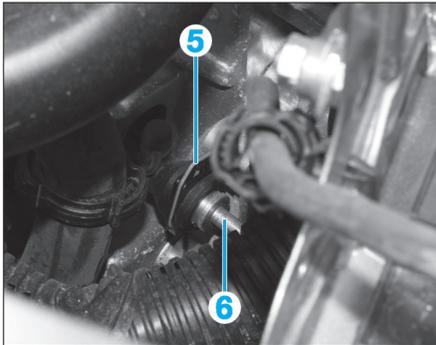

Fig. 5
• Appuyer sur l'agrafe (5) et débrancher la canalisation (6) de la commande d'embrayage sur le récepteur d'embrayage (Fig.5).